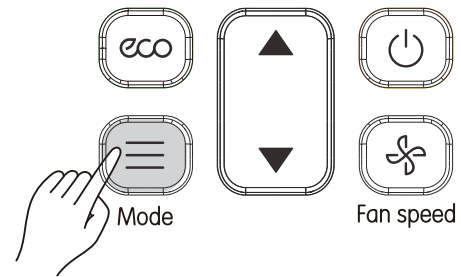

fig. 12
1) Pulse (véase “fig. 12”). La pantalla del display muestra el modo de funcionamiento;